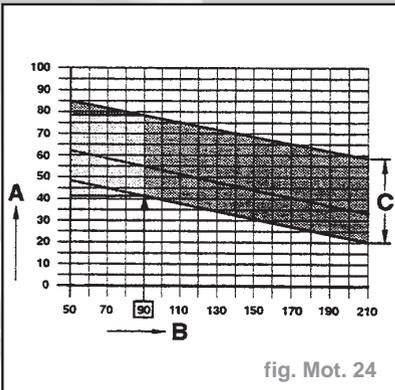

fig. Mot. 24
- La valeur chiffrée **90** dans la zone d'affichage **9 (B)** correspond à une plage de valeur chiffrée de **42 à 78** indiquée dans la zone **2 (A)** (fig. Mot. 24).